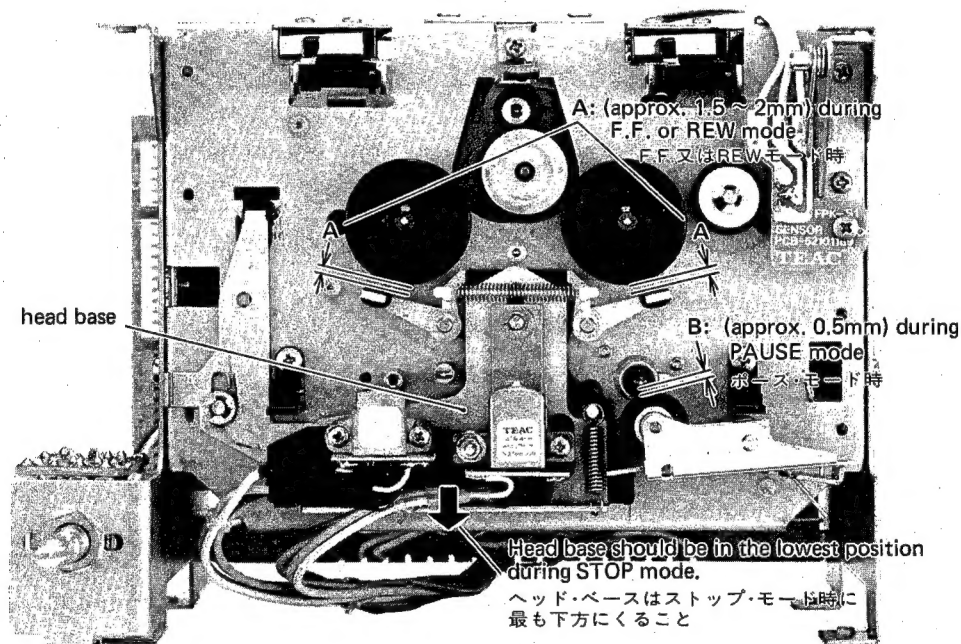

Fig. 4-2
- a) A clearance between brake drum and brake pad ("A" in fig. 4-2) of approx. 1.5 to 2 mm.
2. Set the deck to PAUSE mode and observe the clearance between the pinch roller and capstan shaft ("B" in fig. 4-2). It should be approx. 0.5 mm.
- ・ブレーキ・ドラムとブレーキ・パッドのすき間 (図4-2の A) が約1.5mm~2mmであること。
2. ポーズ・モードの時にピンチ・ローラとキャプスタン・シャフトの間隔 (図4-2のB) が約0.5mm であるか確認する。